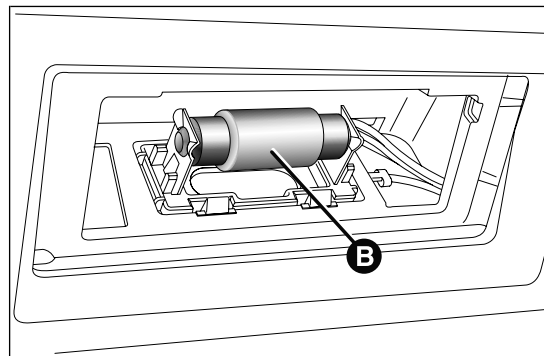

fig. 181
- ☐ sustituir la lámpara B fig. 181, soltándola de los contactos laterales;